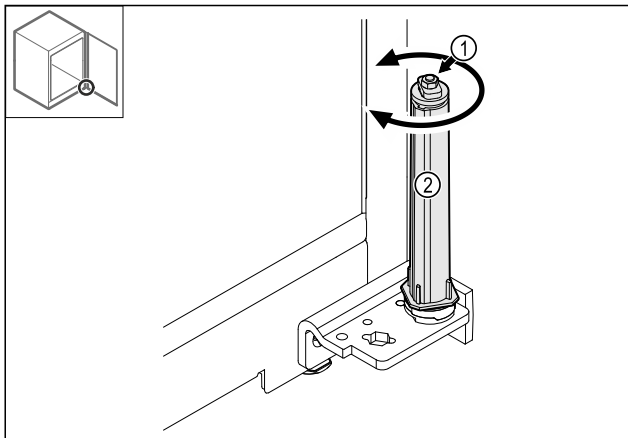

Fig. 40
- Schroefverbinding Fig. 40 (1) van het sluitsysteem niet demonteren.
- Sluitsysteem Fig. 40 (2) draaien, tot deze vastklikt.